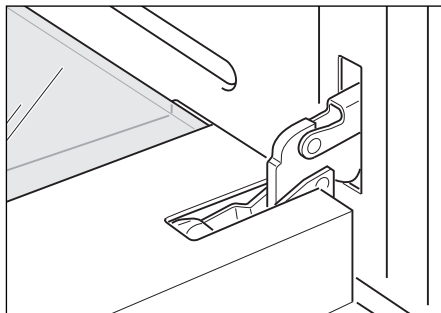

Fig. 44a
- Ouvrez entièrement la porte du four (Fig. 44a).
- 1 Assurez-vous que la porte est verrouillée en position ouverte (voir Fig. 44a à 44c).